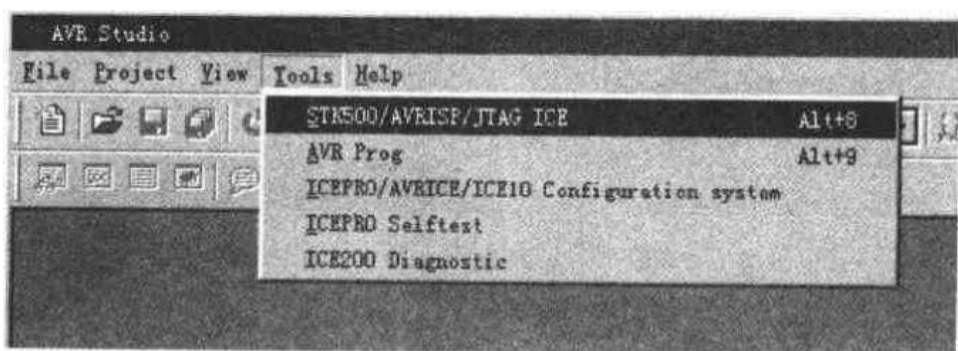
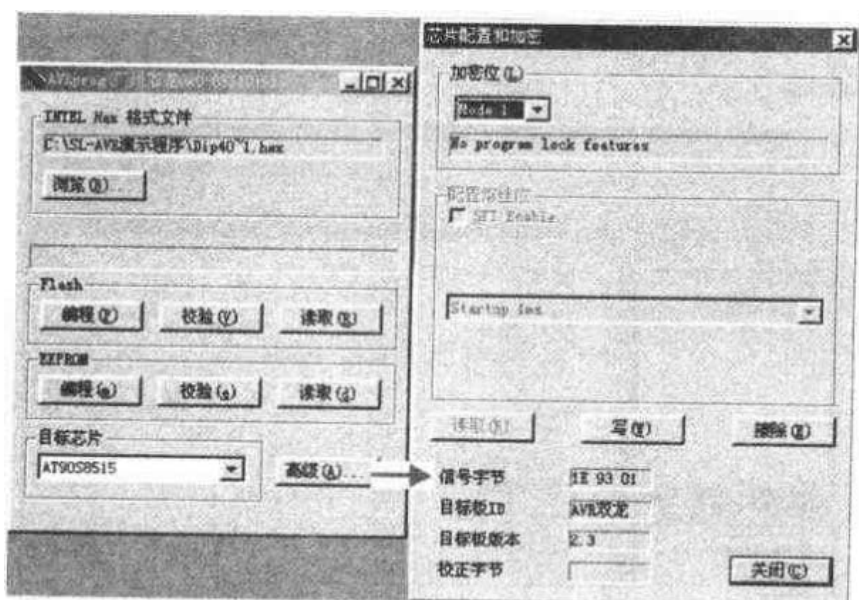

图 3.14 进入 AVR ISP/JTAG ICE
图 3.15 AVR ISP 下载操作窗口
启动 AVR Studio 3.53 程序。如果对芯片编程,可以启动 TOOLS 菜单中的 STK500/AVRISP/JTAG ICE,进入串行下载操作窗口。如图 3.14 所示,根据窗口提示操作。
启动 AVR Studio 3.53 程序。如果对芯片编程,可以启动 TOOLS 菜单中的 AVR Prog 或 Alt+P 按钮,进入串行下载操作窗口,如图 3.15 所示,根据窗口提示操作。双龙光盘里另外提供串行、并行汉化 ISP 下载软件。
(1) 在光盘 \* : \双龙工作软件\AVR\AVR PROG 下, 双击图标  进入串行下载窗口, 也可把图标移到桌面成快捷菜单, 双击图标进入串行下载操作窗口, 如图 3.15 所示, 根据窗口提示操作。
(2) 按图 3.14 单击 AVR Prog 或同时按 PC 机 Alt+9 按键, 进入 ISP 下载操作窗口, 如图 3.15 所示, 根据窗口提示操作。